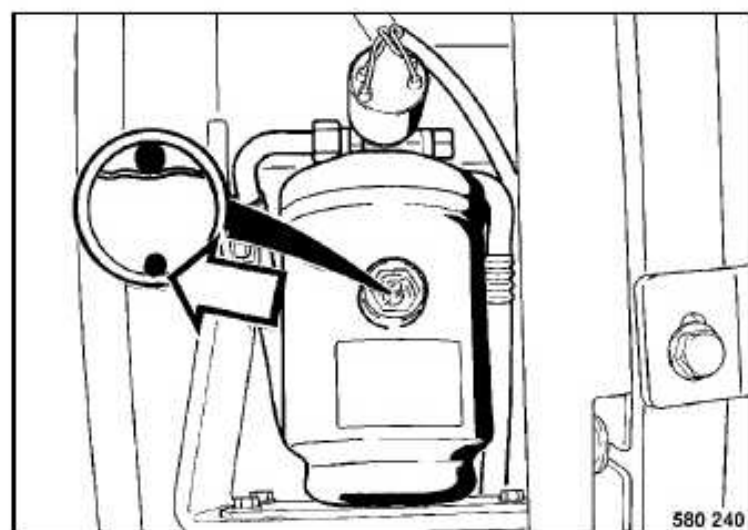

Fig. 120
- Comprobar la perla indicadora de humedad (Fig. 120) en el cristal de observación de la unidad secadora/colectora.